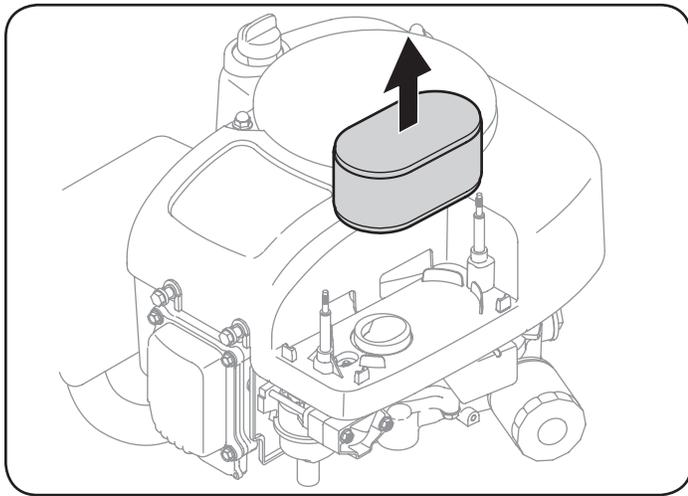

Figure 15
2. Retire el filtro de aire. Vea la Figure 15.